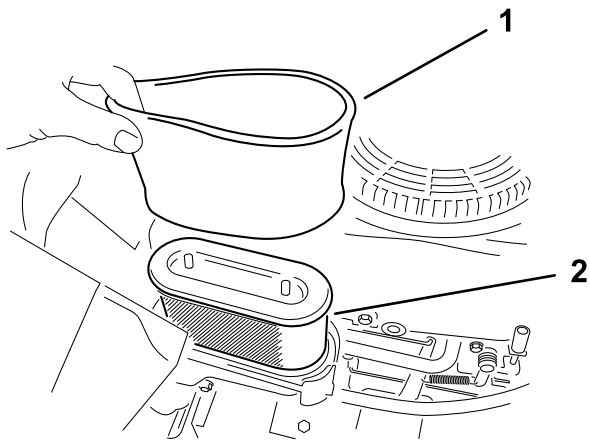

Figura 38
5. Retire cuidadosamente los elementos de espuma y papel de la carcasa del limpiador de aire (Figura 38).
- Nota:** Si está muy sucio, cambie el elemento de papel (Figura 38).
1. Instale el filtro de espuma sobre el filtro de papel (Figura 38).